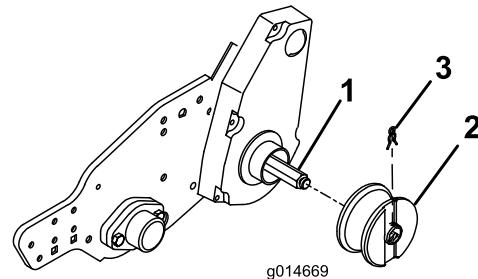

図 6
3. 各ホイールシャフトにレールホイールを取り付け、クリップで固定する図 6。